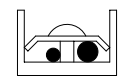

Bild 7
- (b) Vid anslutning av kablar av samma diameter ska anslutningarna göras enligt bild 7.